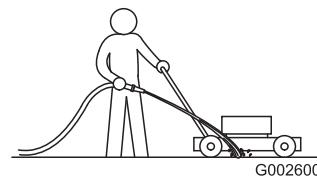

Figure 19
1. Mettez le moteur en marche lorsque la tondeuse se trouve sur une surface revêtue plane et dirigez un jet d'eau devant la roue arrière droite (Figure 19).